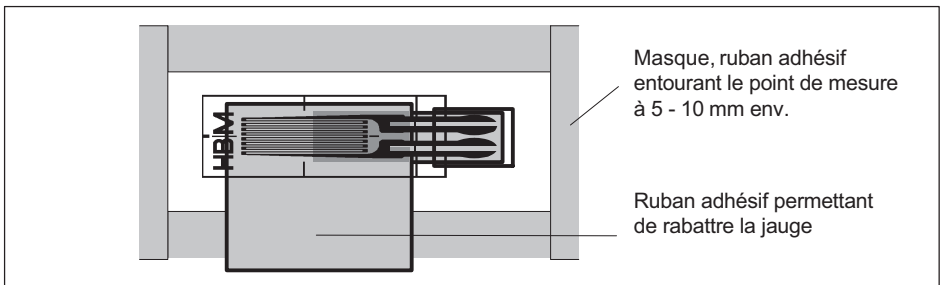

Fig. 6.4 Préparation du point d'installation de la jauge
- Placez un ruban adhésif tout autour de la surface d'installation en observant un écart de 5 à 10 mm (voir Fig. 6.4).